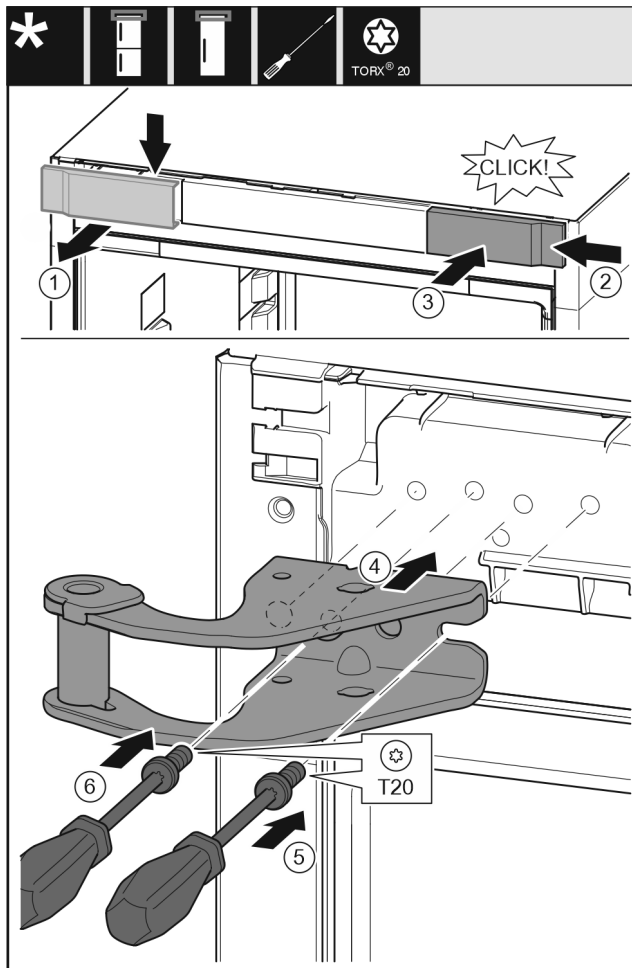

Fig. 14
- ▶ Retirar la cubierta desde arriba hacia delante. Fig. 14 (1)
- ▶ Enganchar por la derecha la cubierta girada 180° en el otro lado. Fig. 14 (2)
- ▶ Encajar la cubierta. Fig. 14 (3)
- ▶ Colocar el soporte de apoyo superior. Fig. 14 (4)
- ▶ Colocar y apretar el tornillo con el destornillador T20. Fig. 14 (5)
- ▶ Introducir y apretar el tornillo con el destornillador T20. Fig. 14 (6)